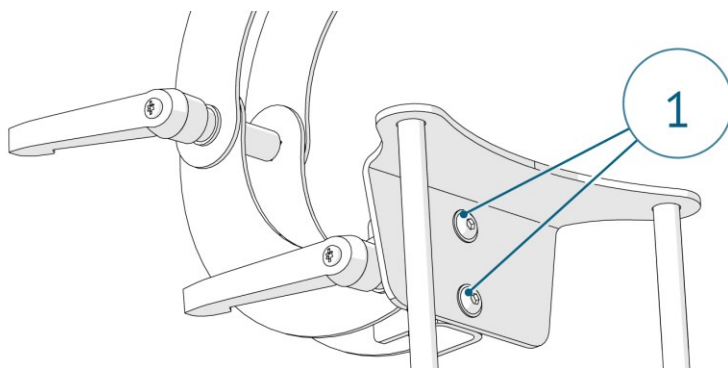

Рисунок 22. Демонтаж подголовника
Для демонтажа подголовника открутите винты (1) (**рис.22**).